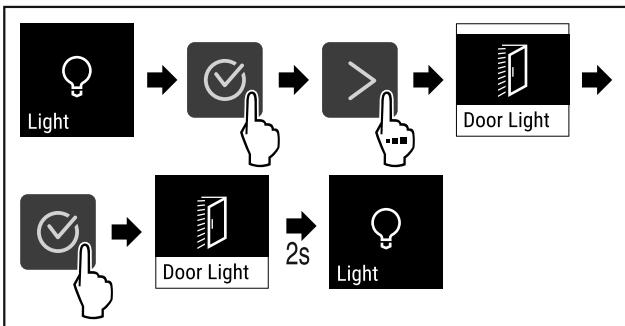

Fig. 70
- Εκτελέστε τα βήματα ενεργειών (βλέπε Fig. 70).